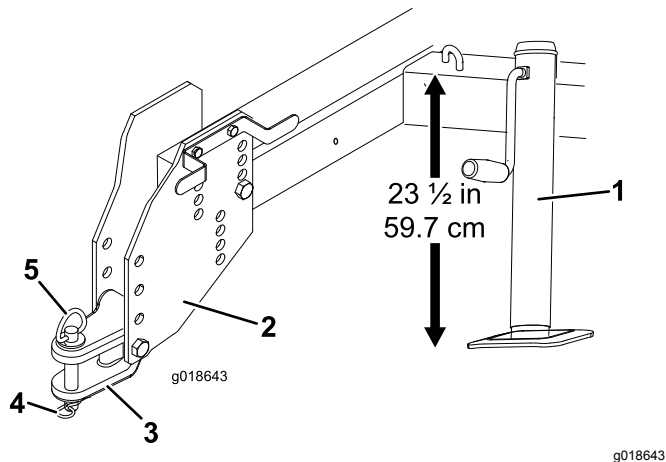

图3
3. 调整支架千斤顶使机架顶部到地面的距离为 59.7cm 图3。
- 卸下将挂钩牵引杆固定到挂接板上的螺栓和锁紧螺母 图3。
6. 用挂钩销和保险销将挂钩牵引杆连接到主机上 图3。